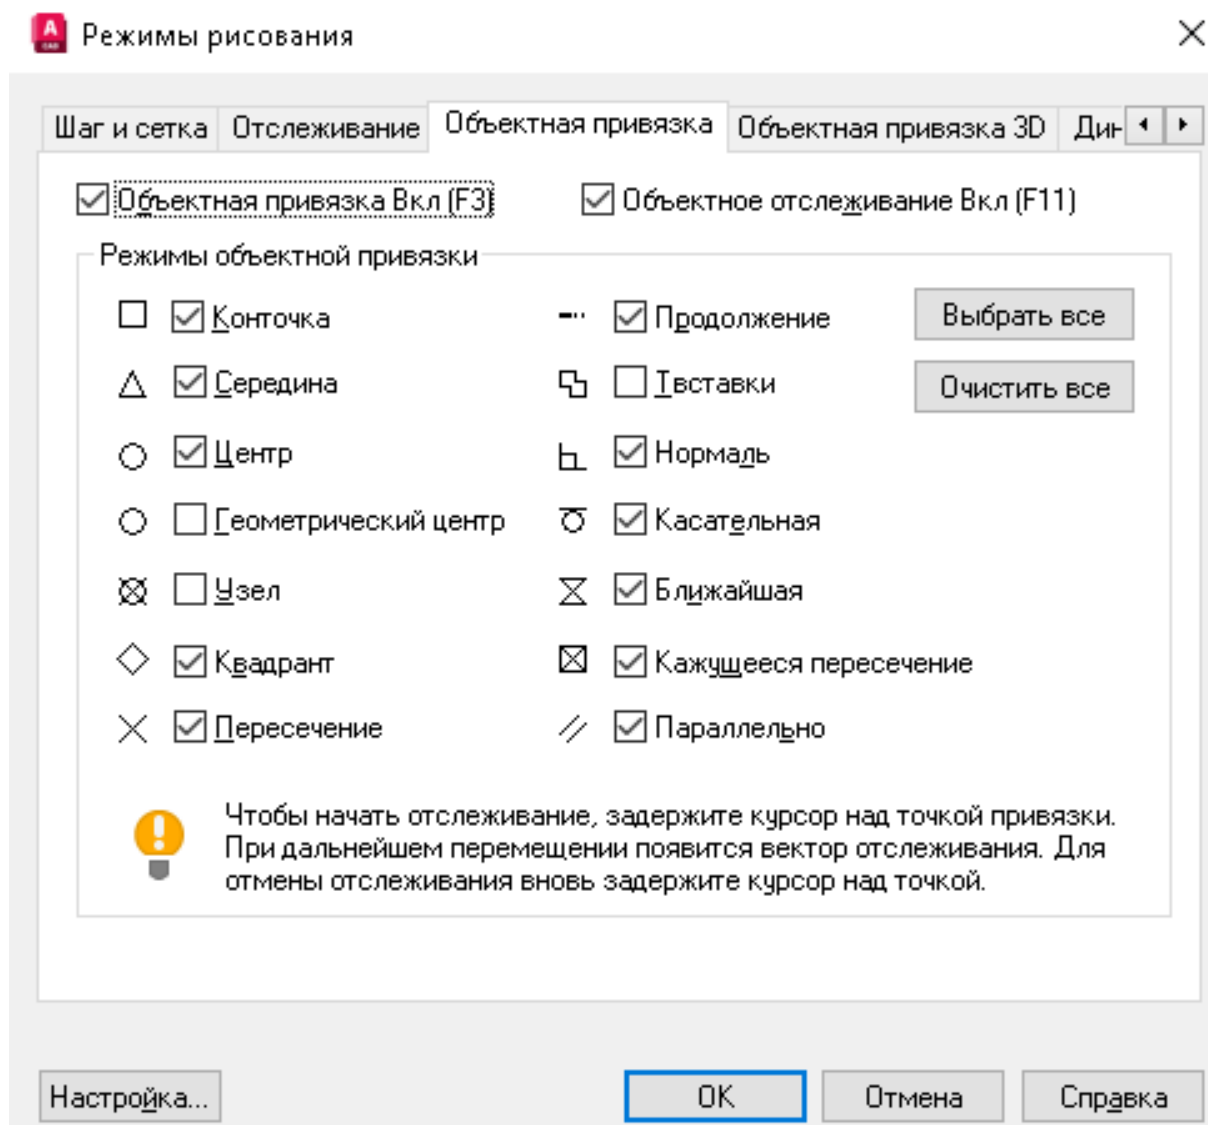

Рисунок 17 – Настройка параметров привязки
**Выбор режима привязки:** **Настройка текущих параметров привязки выполняется через вкладку Object Snap (Объектная привязка) в диалоговом окне Drafting Settings (Настройки черчения) (Рис. 17).**